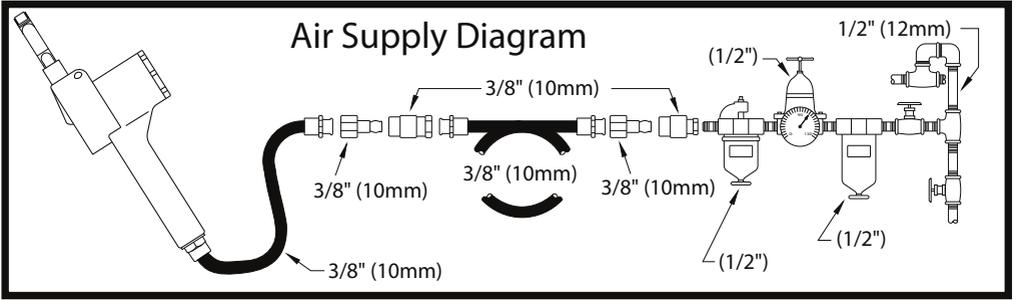

Fig. 01
- Подключите устройство так, как показано на Рис. 01.
- Для включения устройства просто нажмите на курок (A). Скорость вращения увеличивается сообразно нажми на курок. Отпустите курок для остановки.